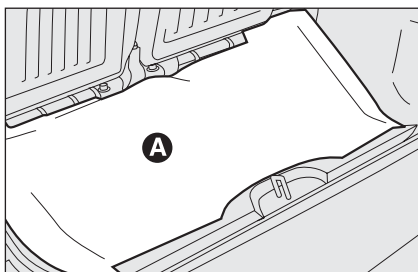

fig. 2
- ☐ levantar o tapete da bagageira **A-fig. 2**;